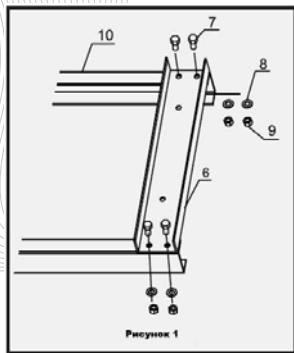

Рисунок 1
2. Положите стойки рамы (10) на устойчивую, плоскую и ровную поверхность. Совместите отверстия на верхней балке (6) с отверстиями в верхней части стоек рамы (10) и закрепите их на месте с помощью болтов (7), шайб (8) и гайками (9). См. рис. 1.
3. Установите стойки рамы в вертикальное положение. Наденьте каждую опору основания (27) на нижнюю часть стоек рамы и разместите нижнюю поперечину (26) между ними, затем закрепите их с помощью болтов (23), шайб (24) и гаек (25). Совместите отверстия для болтов и вставьте болты (20) через стойки рамы и опоры основания, затем зафиксируйте шайбами (21) и гайками (22). Прикрепите боковые опоры основания (28) к стойкам рамы и нижней поперечине с помощью болтов (17), шайб (18) и гаек (19).